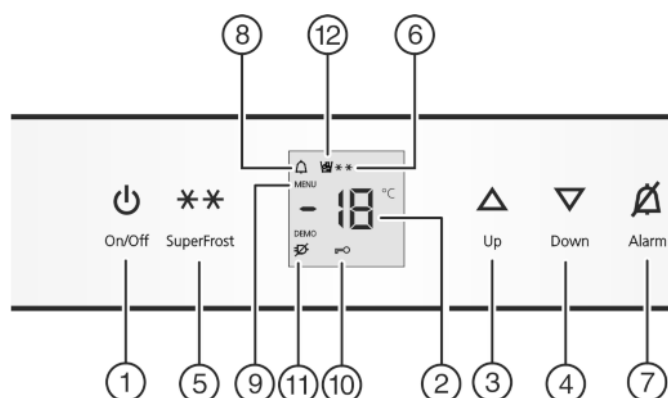

Fig. 2
- Stiskněte tlačítko On/Off *Fig. 2 (1)*.
- Aktivace režimu nastavování: Stiskněte tlačítko SuperFrost *Fig. 2 (5)* asi na 5 sekund.
- ▷ Symbol Menu *Fig. 2 (9)* svítí.
- Pro potvrzení krátce stiskněte tlačítko SuperFrost *Fig. 2 (5)*. Když se na ukazateli zobrazí **c!**:
- Pro zapnutí dětské pojistky krátce stiskněte tlačítko SuperFrost *Fig. 2 (5)*.
- ▷ Symbol dětské pojistky *Fig. 2 (10)* svítí. Na displeji bliká **c**. Když se na displeji zobrazí **c0**:
- Pro vypnutí dětské pojistky krátce stiskněte tlačítko SuperFrost *Fig. 2 (5)*.
- ▷ Symbol dětské pojistky *Fig. 2 (10)* zhasne. Na displeji bliká **c**.
- Ukončení režimu nastavení: Stiskněte tlačítko On/Off *Fig. 2 (1)*.
- Stiskněte tlačítko Alarm *Fig. 2 (7)*.
Současně bliká ukazatel teploty a symbol Alarm *Fig. 2 (8)*.
Výstražný bzučák se vypne automaticky, symbol Alarm *Fig. 2 (8)* se vypne a ukazatel teploty přestane blikat, když je teplota zase dostatečně nízká.
- Nastavení vyšší teploty: Stiskněte seřizovací tlačítko Up Fig. 2 (3).
- Nastavení nižší teploty: Stiskněte seřizovací tlačítko Down Fig. 2 (4).